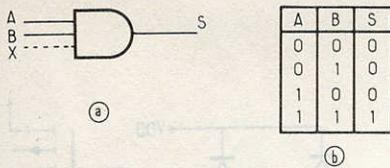

Fig. 9
1) la porte ET (en anglais AND) (fig. 9).
Fig. 9. à 15. - Les opérateurs logiques : représentation symbolique et table de vérité des portes ET, OU, NON, NON-ET, NON-OU, OU EXCLUSIF. Diagramme de Karnaugh.
Si on se reporte à sa table de vérité (fig. 9.b) on note $A \cdot B = S$ qui se lit A et B vaut S, ceci dans le cas d'une porte à 2 entrées A, B. Mais il faut savoir que le nombre d'entrées est illimité.
Pour plus de compréhension on peut concrétiser cette fonction par des interrupteurs placés en série (fig. 9.c). On comprendra que la lampe ne peut s'allumer que si tous les interrupteurs sont fermés.